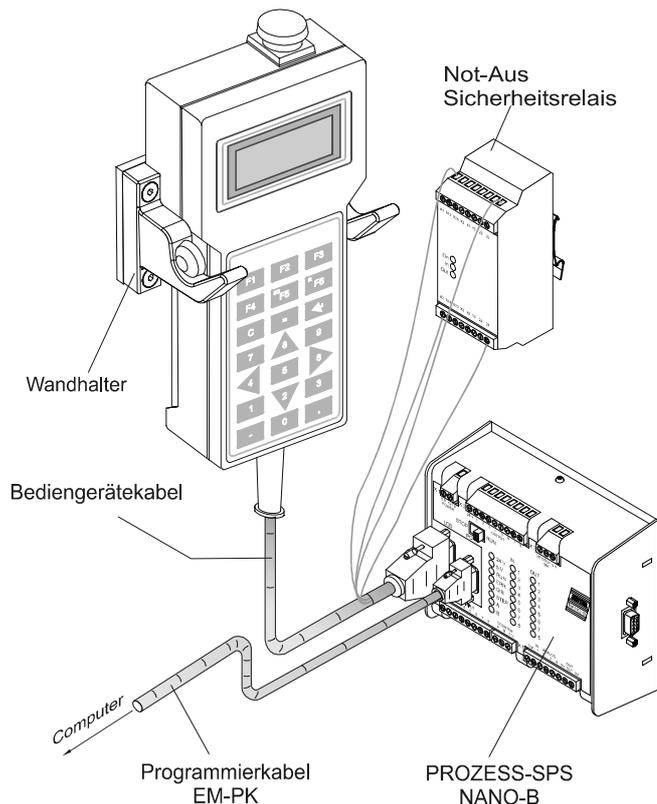

Abb. 2: Beispiel: Verbindung LCD 54 zur PROZESS-SPS NANO-B
- ist eine dauerhafte Verbindung vom Bediengerät LCD 54 zur PROZESS-SPS und zum Not-Aus Sicherheitsrelais mit dem Bediengeräte-kabel herzustellen, vgl. Abb. 2, Seite 12.